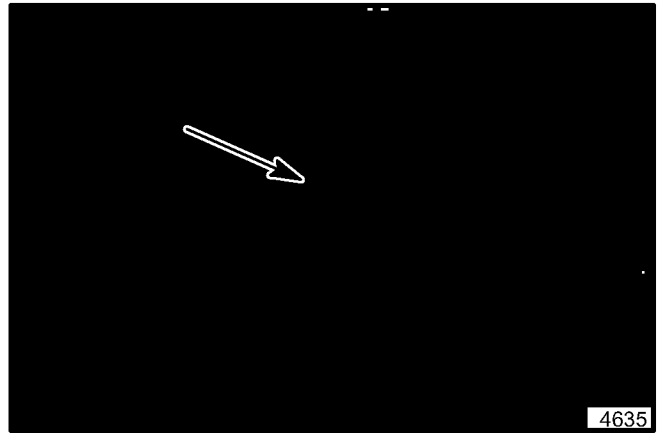

Abbildung 13. Chokekontrolle
4. Bei kaltem Motor, den Choke wie benötigt bedienen. Der Choke befindet sich an der Vorderseite des Motors (siehe Abbildung 13).